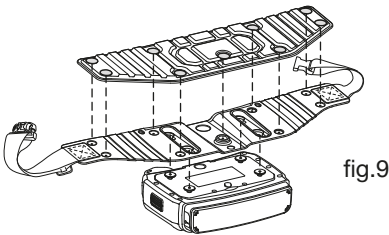

fig.9
4. Coloque la almohadilla suave en el cinturón usando los 8 botones de presión (véase la fig.9)